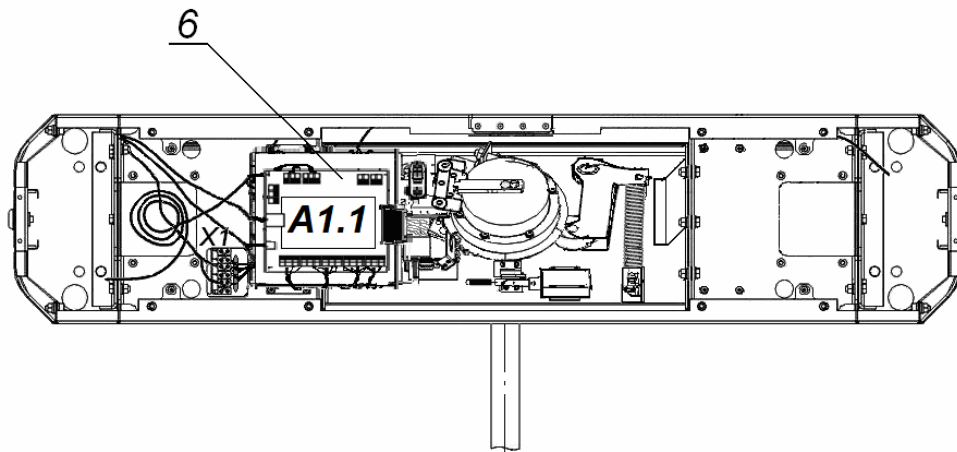

Рисунок 10. Схема прокладки кабелей в стойке ЭП
6. Подготовьте в полу отверстия под гильзы анкеров для крепления стойки ЭП. Установку и крепление стойки производите после прокладки всех кабелей в кабельном канале и внутри стойки. Схема прокладки кабелей в стойке показана на рис. 10.
7. Демонтируйте боковые заглушки (10), открыв ключом замки (11).
9. Снимите крышку стойки ЭП (3) (см. разд. 6).
10. Протяните кабели внутри стойки. Рекомендуемое расположение кабелей при прокладке внутри стойки показано на рис. 10.
14. Выполните заземление стойки ЭП в соответствии с требованиями ПУЭ («Правила устройства электроустановок»). Контакт заземления **Z1** (8, рис. 10) находится за боковой заглушкой стойки (10). Для крепления кабеля заземления на контакте используйте гайку М4.